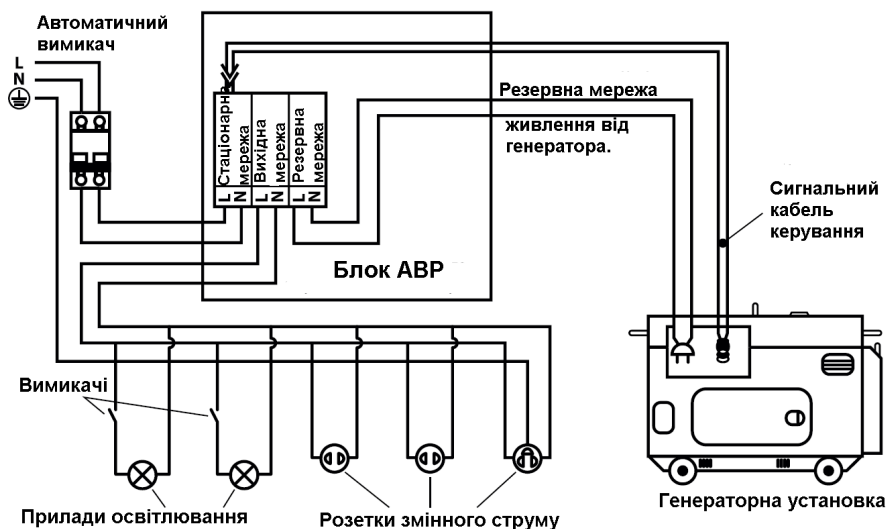

Рисунок 2. Схема інтегрування блоку АВР(ATS) до системи енергозабезпечення об'єкта.
4. Підготуватися до інтеграції виробу у систему енергозабезпечення об'єкта згідно із схемою на рис. 2.